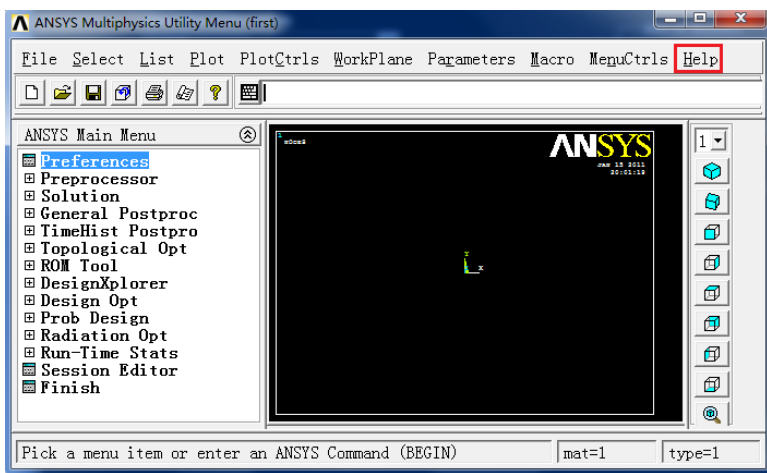

图 1-7 通过菜单启动帮助系统
(1) 通过单击应用菜单中的“Help”按钮，如图 1-7 所示。